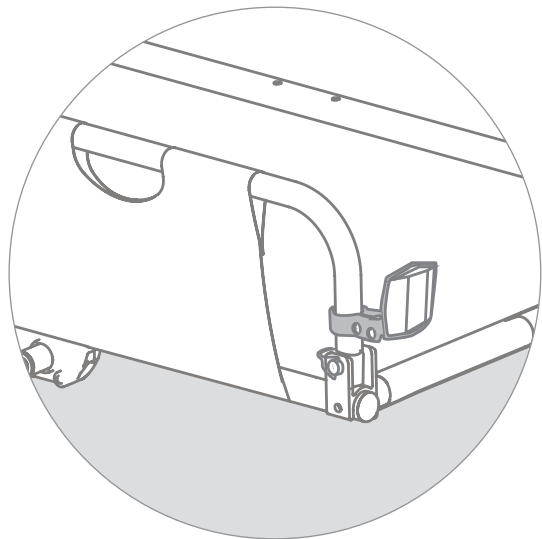

Figure 6
2. Mount red reflectors/brackets horizontally on rear corners of side panel rail tubes (Figure 6).
2. Die roten Reflektoren/Klammern horizontal an den hinteren Ecken der Rohre der Seitenwände anbringen (Abb. 6).
2. Montez les supports / réflecteurs rouges horizontalement, sur les coins arrière des tubes du rail du panneau latéral (Figure 6).